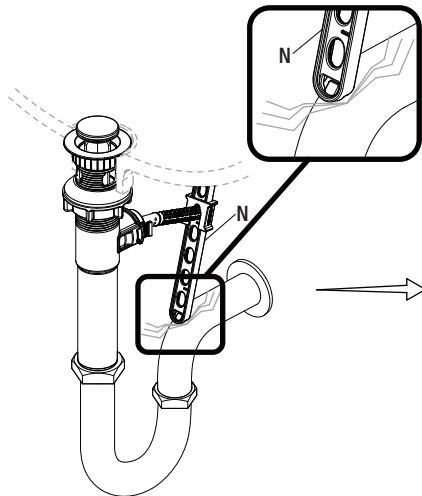

Fig. 1
- Si la presilla de la varilla de elevación (N) interfiere con tu instalación, como se muestra en la Fig. 1, la presilla de la varilla de elevación (N) puede recortarse.